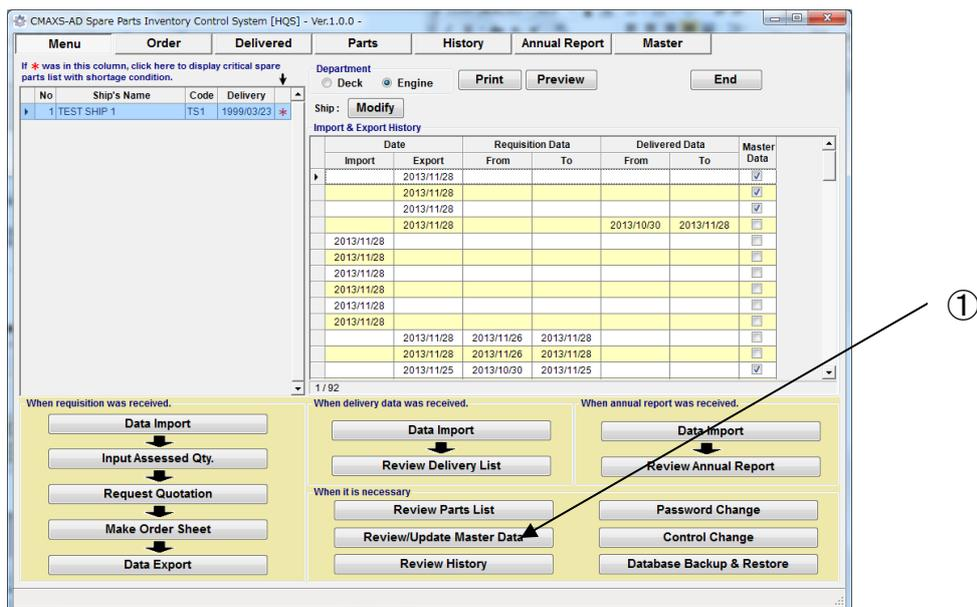

図 13-1 Menu 画面
- (1) “Menu 画面”(図 13-1)上で [Review / Update Master Data]を選択します。
- (1) “Menu 画面”(図 13-1)上の [Review/Update Master Data]を選択します。